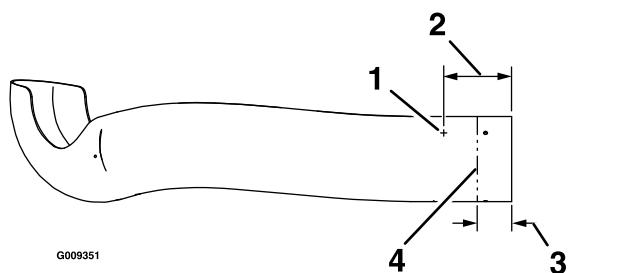

図 49
B. 穴4.8 mmを3つ、図 49のように開ける。
C. 3箇所測定するチューブの端から76-89 mmにマーキングし、マスキングテープでチューブに目印を付ける図 49。
- 上側チューブについている3つの穴を探し出す。チューブの端から上に152 mmを測って、3つのエリアすべてにマーキングする図 49。